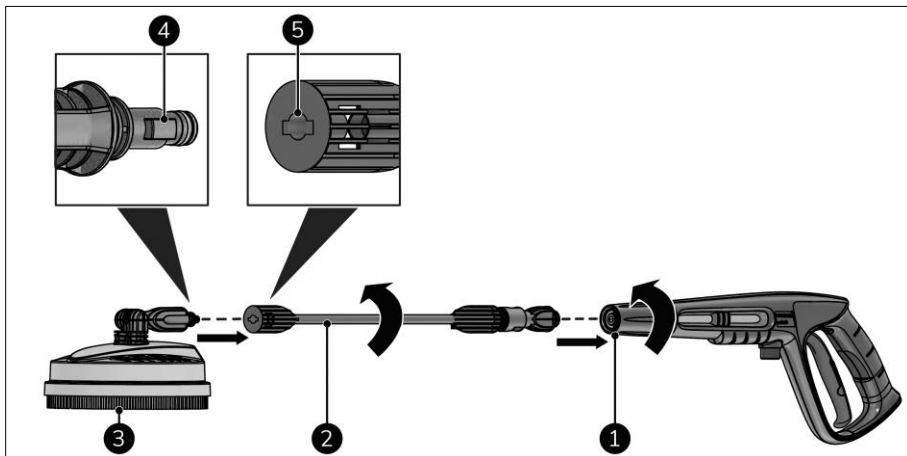

Figure 15
1. Faites coïncider le rebord du nettoyeur de sol (figure 15, pos. 4) avec la rainure dans la lance du nettoyeur de sol (figure 15, pos. 5).
2. Insérez le nettoyeur de sol (figure 15, pos. 3) dans la lance du nettoyeur de sol (figure 15, pos. 2).
4. Vissez la lance du nettoyeur de sol sur le pistolet à jet (figure 15, pos 1).